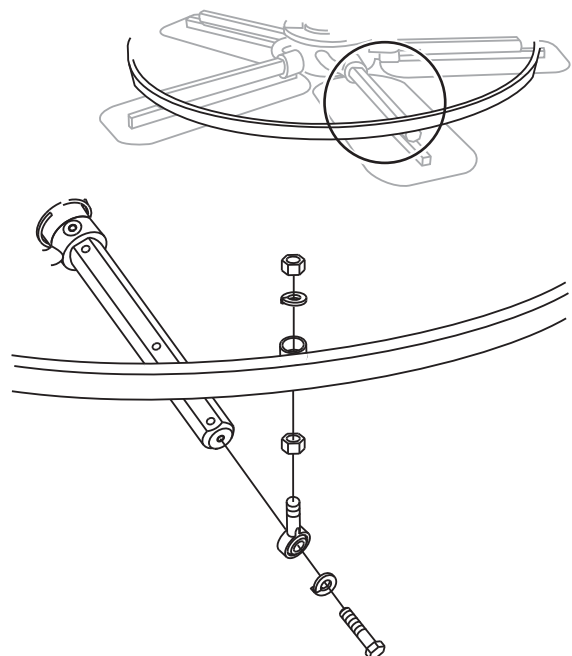

Figura 39. Anillo estabilizador
1. Quite la tornillería que sujeta el anillo estabilizador al brazo de la alisadora (Figura 39).